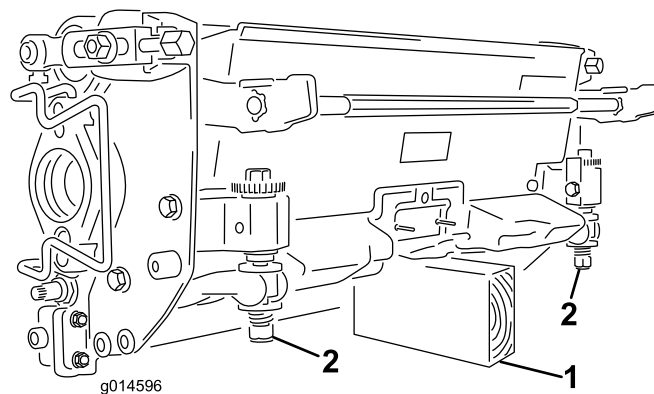

Figure 52
**Important:** Chaque fois que vous devez basculer l'unité de coupe, soutenez-la à l'arrière pour empêcher les écrous situés sur les vis de réglage de la barre d'appui de reposer sur la surface de travail (Figure 52).